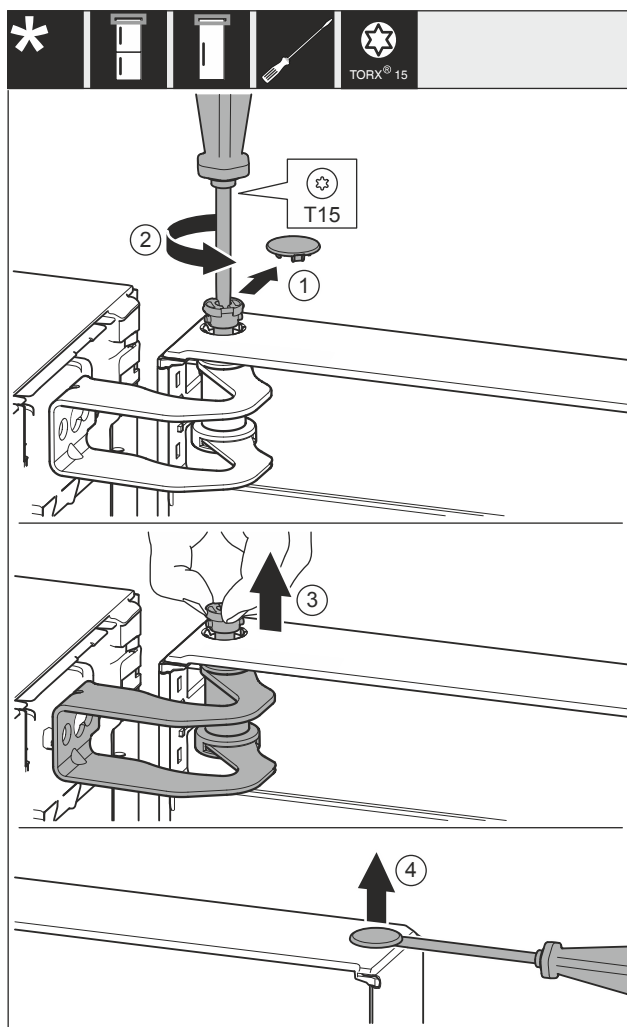

Fig. 10
- Oprezno skinite poklopac Fig. 10 (1).
- Odvijačem malo odvrnite svornjak Fig. 10 (2).
- Izvucite svornjak Fig. 10 (3) prstima.
- Odvijačem oprezno podignite poklopac Fig. 10 (4) i izvadite ga.